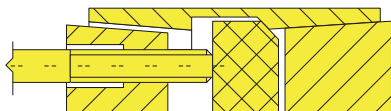
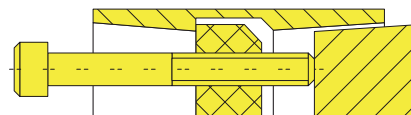

Fig. 4
Fig. 5
**P200-T bis P1000-G:** Alle Schrauben wie zuvor beschrieben entfernen und in die Gewindebohrungen des vorderen Rings einschrauben und anschließend den Ring herausnehmen. (Fig. 4). Danach, drehen Sie die Schrauben in den Mittelflansch und entfernen Sie den hinteren Druckring (Fig. 5). Einige P750-L / P750-G und P1000-G Modelle sind mit einer Schrumpfscheibe oder einer Klemmkupplung an der Propellerseite des Drucklagers bestückt, die leicht zu entfernen ist, indem man alle Schrauben löst.